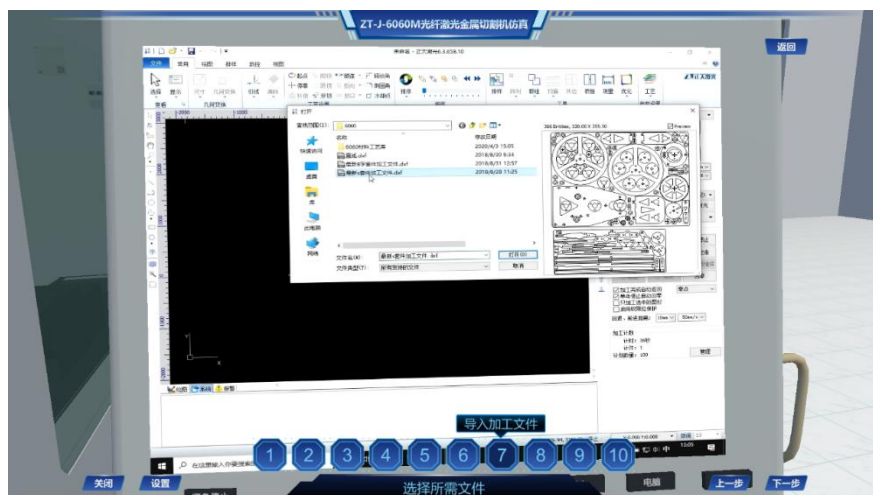

图 10 选择所需文件
(10) 第十步：导入加工文件阶段。打开或导入文件，选择所需加工零件，如图 10 所示。